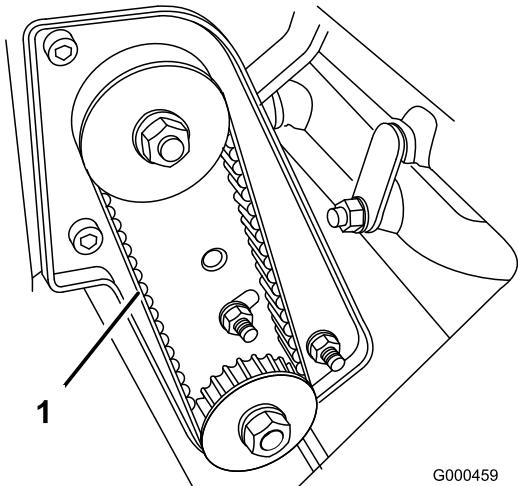

Figura 35
2. Compruebe la tensión presionando la correa (Figura 35) en el punto intermedio entre las poleas con una fuerza de  $1,8 \pm 0,5$  kg. La correa debe desviarse entre 4,8 y 7,9 mm. Si la desviación no es la correcta, continúe con el paso siguiente.